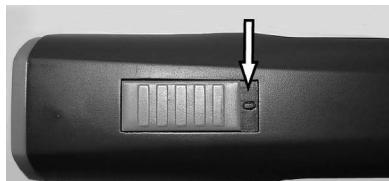

Abb. 4 Schiebeschalter in AUS-Position („0“)
1. Die Kontakte der Schermaschine (1) und des Akkus (2) auf Fremdkörper und Verschmutzung überprüfen.
2. Sicherstellen, dass der Schalterschieber der Schermaschine in Position AUS („0“) steht (Abb. 4).
3. Akku (2) in die Schermaschine (3) einschieben, bis die Akkuverriegelung (1) beidseitig eingerastet ist.
4. Schermaschine mit eingesetztem Akku (1) oder Reserve-Akku (2) von oben ohne Gewalt in die dafür vorgesehene Lademulde der Ladestation einsetzen.
6. Akku wird geladen. Während des Ladevorgangs leuchtet die Kontrolllampe (3) rot. Sobald der Akku min. 90 % geladen ist, wechselt die Kontrolllampe auf grün und die Ladestation schaltet auf „Erhaltungsladung“.
7. Das Ladegerät mit einer Hand festhalten und mit der anderen Hand die Schermaschine (1) oder den Akku (2) herausziehen.
1. Schiebeschalter auf Position „0“ schieben (Abb. 4).
2. Die Akkuverriegelung (2) beidseitig nach innen drücken und Akku (1) aus der Schermaschine ziehen.